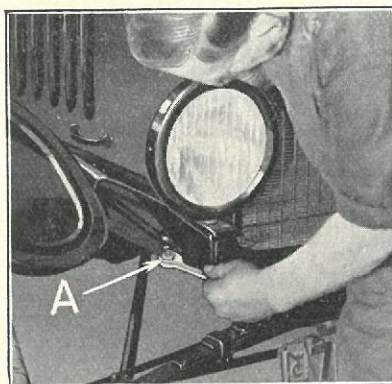

Fig. 7
- (b) Afskru Lygteholdermøtrikken (Se Fig. 7-A).